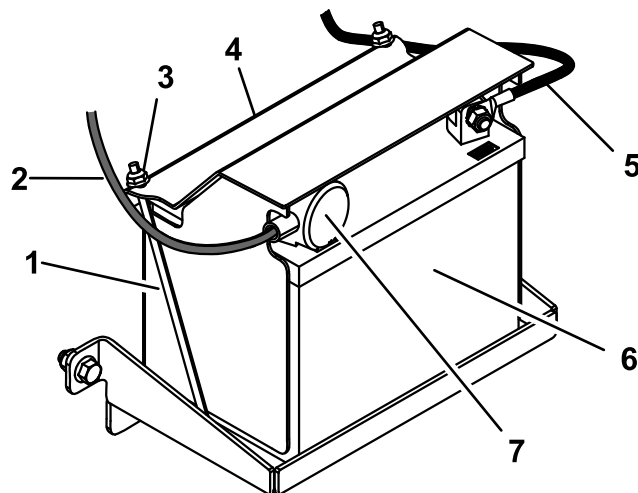

Figure 28
- Placez la batterie sur son support et fixez-la avec le couvercle, les 2 tiges de fixation et les 2 écrous (Figure 28).
- Placez le capuchon rouge sur la borne positive de la batterie (Figure 28).